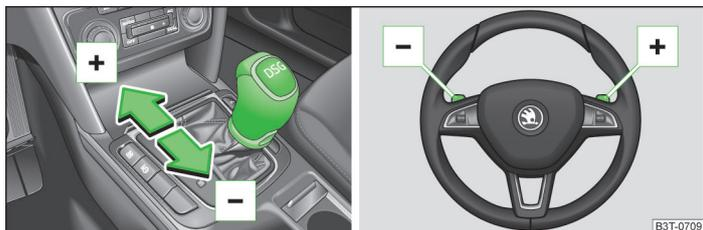

Abb. 125 Wählhebel / Multifunktionslenkrad
- › Den Wählhebel nach vorn  » Abb. 125 tippen.
- › Die rechte Schaltwippe  » Abb. 125 kurz zum Lenkrad ziehen.
- › Den Wählhebel nach hinten  » Abb. 125 tippen.
- › Die linke Schaltwippe  » Abb. 125 kurz zum Lenkrad ziehen.
- › Eine der Schaltwippen  /  kurz zum Lenkrad » Abb. 125 ziehen.